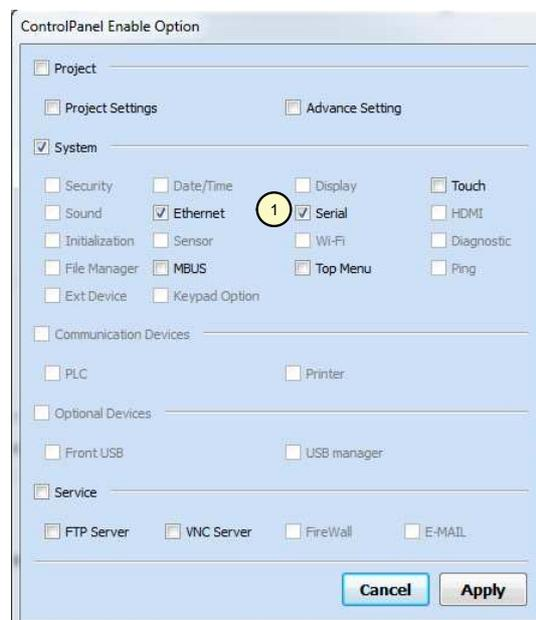

Figure 9
- Cocher l'option « Serial », repère 1 de la figure 9.